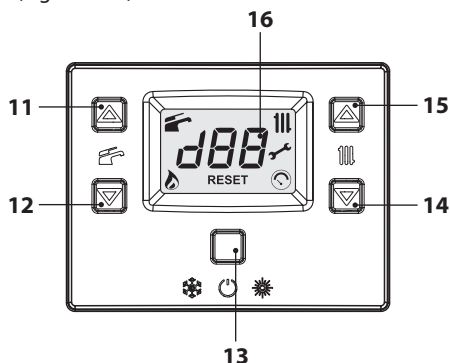
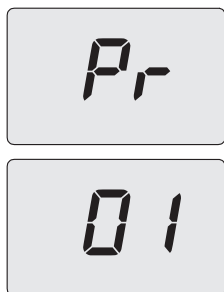
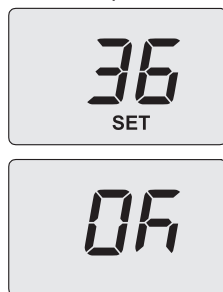

Figura 5.39
Figura 5.40
Figura 5.42
- Entre en la "modalidad de programación" pulsando simultáneamente durante 10 segundos los botones 13 - 14 - 15 (Figura 5.39) hasta que aparezcan en el display LCD las letras **Pr** alternadas con el número del parámetro **01**, indicando que se ha entrado en el "parámetro 01" (Figura 5.40).
- Utilizando los botones 11 o 12 se puede modificar el valor del parámetro 10 desde **00=0s** hasta **100=500** (cada aumento o reducción de una unidad en el display equivale a 5 segundos). Ej.: 36=180 segundos. El display muestra el mensaje **"SET"** (Figura 5.42).
- Pulsando el botón 13 (Figura 5.39) se confirma el valor introducido. El display muestra durante 3 seg. el mensaje **"Ok"** (Figura 5.42), y luego aparece la lista de los parámetros.
- Para salir, pulse el botón 13 (Figura 5.39) y desconecte la alimentación eléctrica.